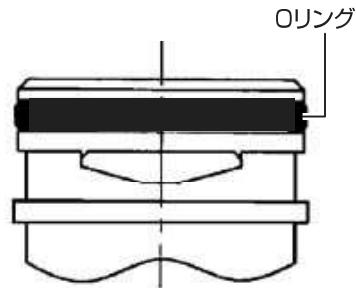

図15 プレッシャーデマンド弁
1. プレッシャーデマンド弁のOリング部(図15参照)にゴミの付着や傷がないことを確認してください。ゴミが付着していた場合は、綿棒などの柔らかいものを使ってゴミを取り除いてください。傷がある場合は交換してください。